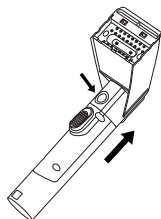

図1
1. 図1のように、ブラシヘッドをハンドルから取り外します。